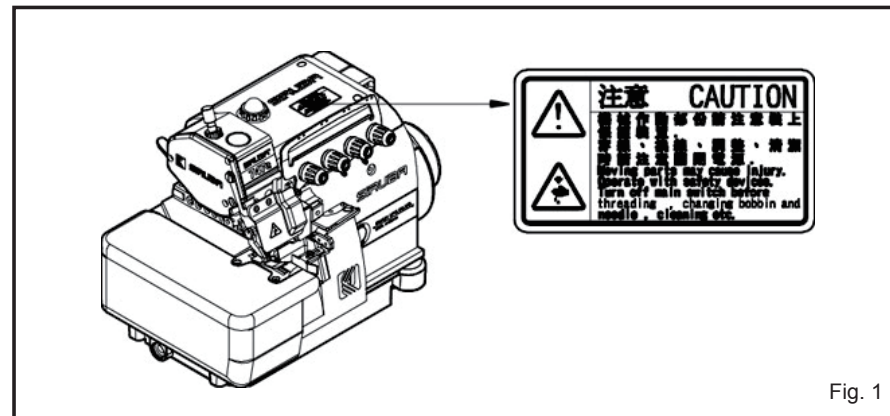

Fig. 1
- As seguintes etiquetas de aviso estão na máquina de costura. (Fig. 1)